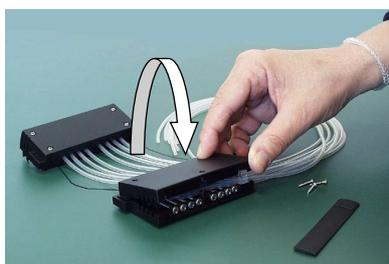

Figura 5–47. Riposizionamento del coperchio della parte superiore della cassetta di dispensazione
13. Assicurarsi che i tubi non rimangano incastrati o piegati tra il coperchio inferiore e superiore della parte superiore della cassetta di dispensazione (Figura 5–48).